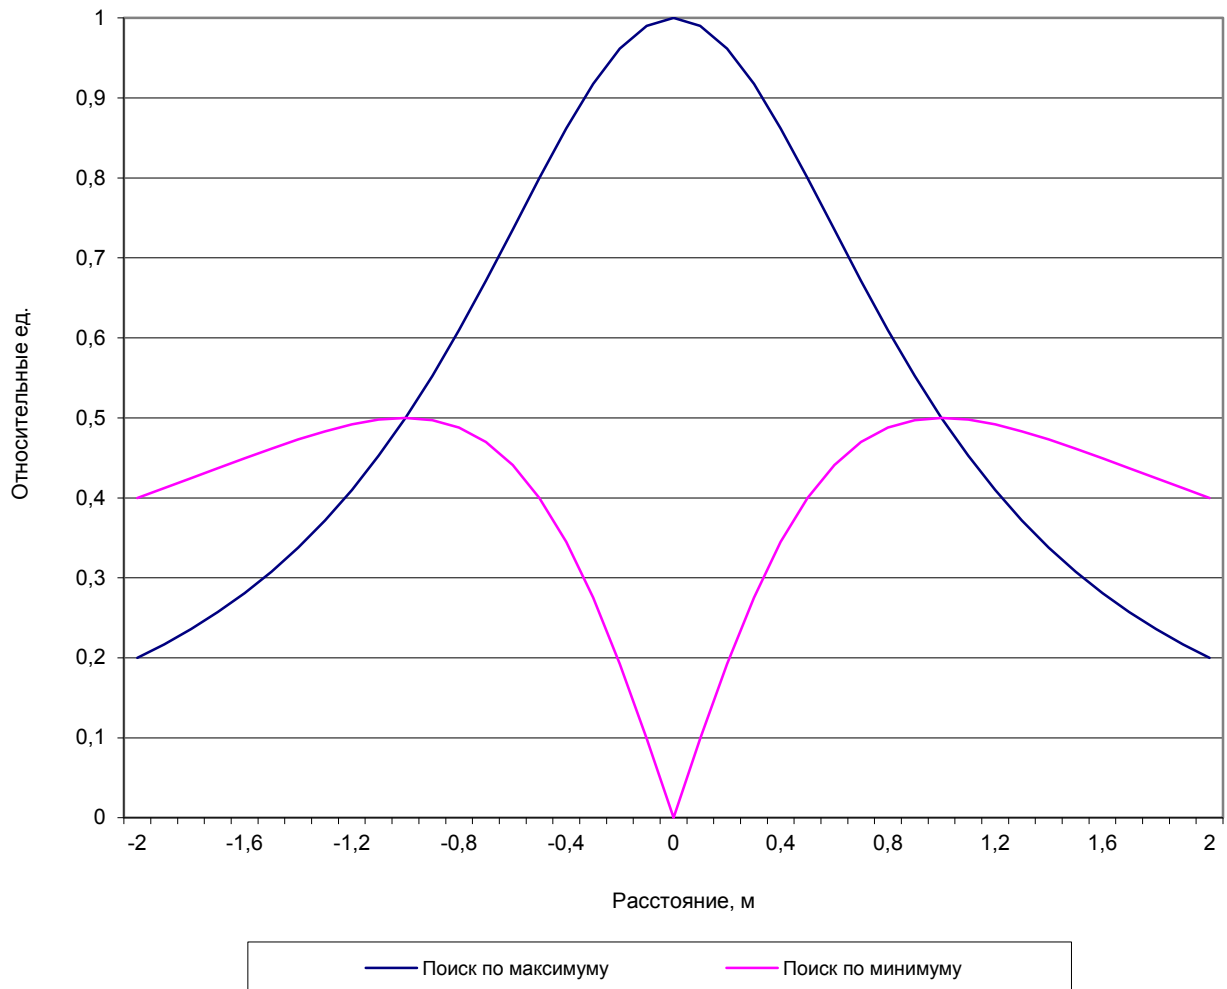

Рисунок 3 – Зависимость сигнала от положения оси трубопровода.
3.3.4.16 Для ориентации горизонтальных датчиков перпендикулярно оси трубопровода (рисунок 3) необходимо найти две точки над осью трубопровода и расположить горизонтальные датчики перпендикулярно линии, соединяющей эти две точки. Если поисковый модуль будет находиться в стороне от оси трубопровода, определение глубины и тока будет неверным. Если ось поискового модуля будет строго над трубопроводом и перпендикулярна ей, а ось горизонтальных датчиков будет не перпендикулярна оси трубопровода, то определение тока будет неверным.